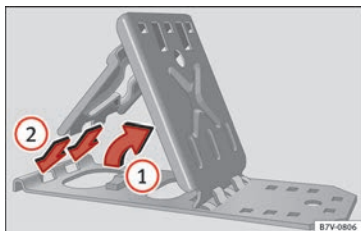

Fig. 100 Desplegar los calzos plegables.
- Levante la placa de apoyo » fig. 100 ①.
- Introduzca las dos “pestañas” de la placa de fijación en los orificios alargados de la placa soporte ②.